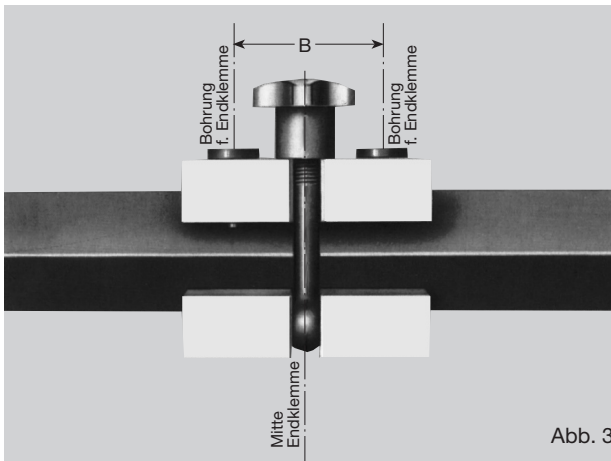

Abb. 3
2.6 Die **Endklemme** wird an die Laufschiene geschraubt. Hierzu sind 2 Bohrungen in der Laufschiene erforderlich (s. Abb. 3). Anziehdrehmoment der Sechskantschrauben M 8 – 10 Nm.